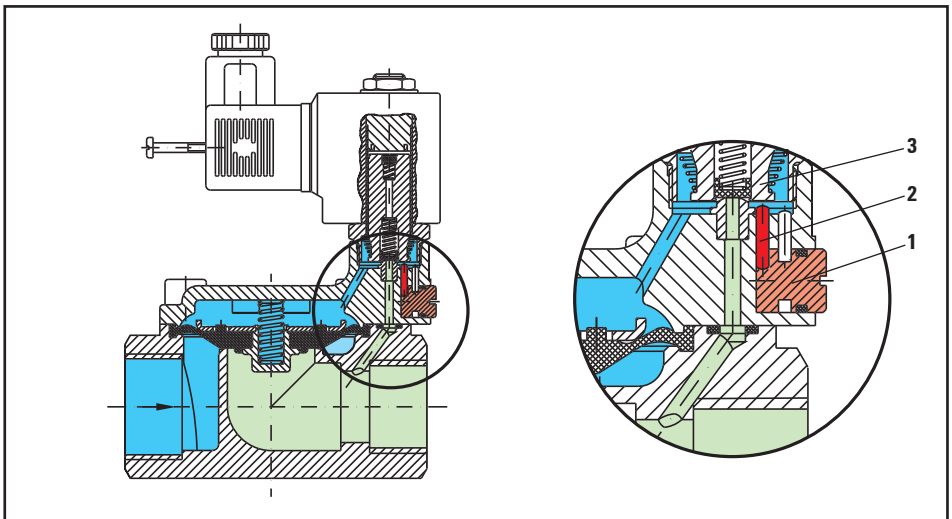

Abb. 4.7 - Funktionsbeschreibung: Handbetätigung servogesteuertes Ventil
Bei servo- und direktgesteuerten Ventilen wird durch das Verdrehen der Exenterschraube (1) der Anker (3) mittels eines Stiftes (2) angehoben und dadurch die Vorsteuerbohrung geöffnet (siehe Abb.4.7).